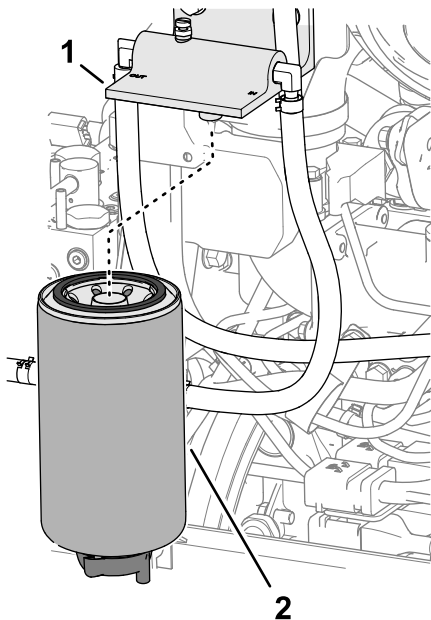

Figura 129
2. Curăai filtrul separatorului de apă/combustibil i capul filtrului Figura 129